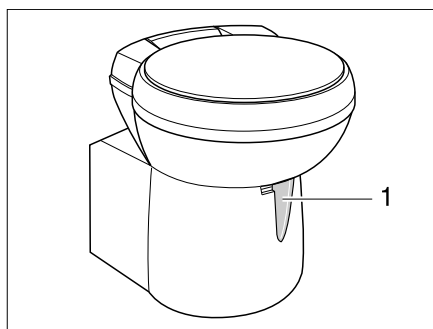

Fig. 361 Tazza del WC Thetford, orientabile
- Prima di tirare l'acqua, aprire il cursore della toilette Thetford. A tal fine girare la leva del cursore (Fig. 361,1) in senso antiorario.
- Girare la leva del cursore (Fig. 361,1) in senso orario. Il cursore viene chiuso. Per svuotare il cursore **deve** essere chiuso nella toilette Thetford.